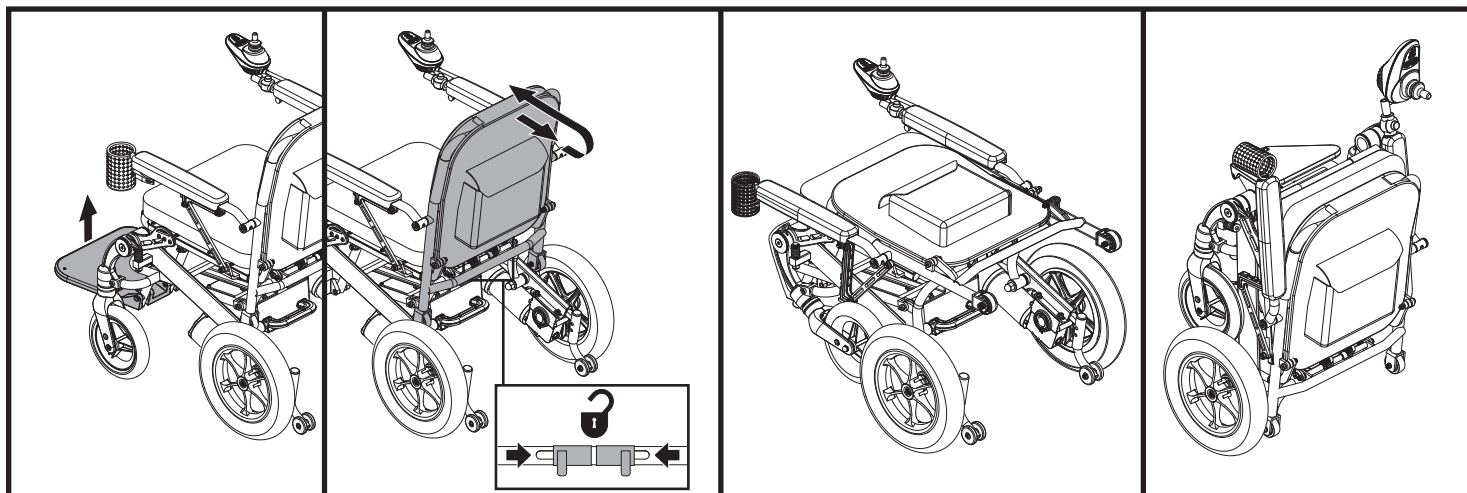

Figura 7. Plegar el iGo+®
3. Coloque una mano sobre la parte superior del respaldo y jálala hacia usted mientras aprieta los pasadores del mecanismo de bloqueo a la vez. **Vea la figura 7.**